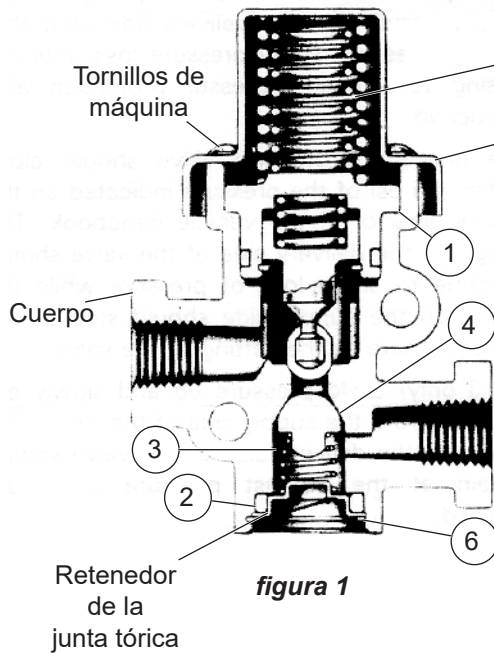
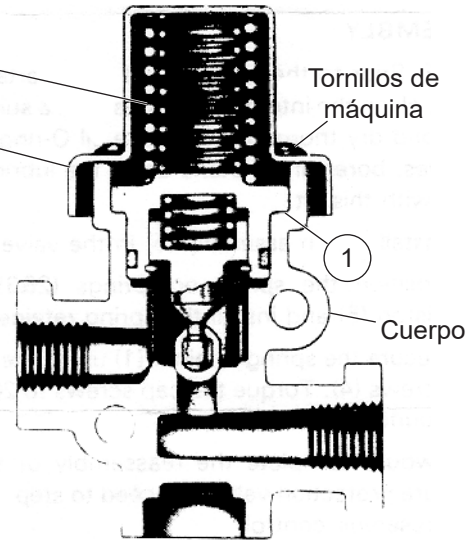

figura 1
figura 2
Este kit dará servicio tanto a la válvula de control del depósito PR-3™ de Bendix® como a la válvula de protección de presión PR-4™ de Bendix®. La principal diferencia entre las dos (2) válvulas es la inclusión de los componentes de la válvula de retención en la válvula de control de depósito PR-3. Consulte las *figuras 1 y 2*. Cuando este kit se utilice para la reparación de una válvula de protección de presión PR-4, no se utilizarán los elementos 2, 3 y 4 de la válvula de protección de presión (*figura 2*).
NOTA: Esto concluiría el procedimiento de desmontaje para una válvula de protección de presión PR-4 (figura 2). Los siguientes pasos son para la válvula de control del depósito PR-3 (figura 1).
6. Instale el retenedor de junta tórica teniendo cuidado de que el muelle encaje en la protuberancia provista en el retenedor de junta tórica (*consulte la figura 1*).